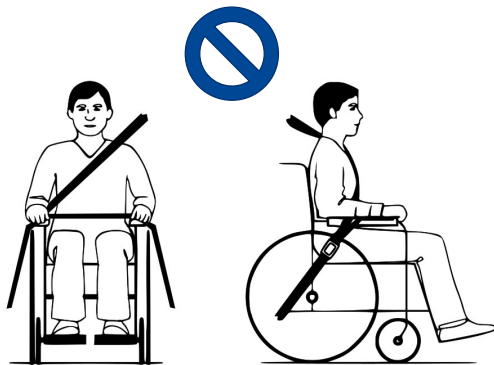

Abbildung 3 Gurt nicht korrekt angelegt
6. Achten Sie darauf, dass die Gurte nicht verdreht sind oder vom Körper ferngehalten werden, wie in Abbildung 3 gezeigt.